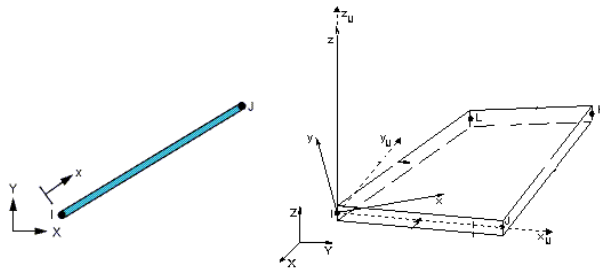

图2.15 线单元和壳单元的单元坐标系
- 线单元的 X 轴通常从该单元的 I 节点指向 J 节点，如图 2.15 左所示。
- 壳单元的 X 轴通常也是从该单元的 I 节点指向 J 节点方向。Z 轴过 I 点且与壳面垂直，其正方向由单元的 I、J 和 K 节点按右手定则确定，Y 轴垂直于 X 轴和 Z 轴。如图 2.15 右所示。